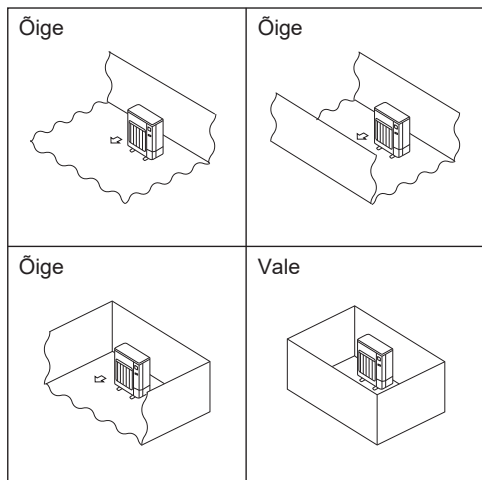

Fig. 2-2
- Ⓐ Paigaldage välisseadmed kohta, kus vähemalt üks neljast küljest on avatud ja piisavalt avaras kohas, mis ei ole nõgus. (Fig. 2-2)